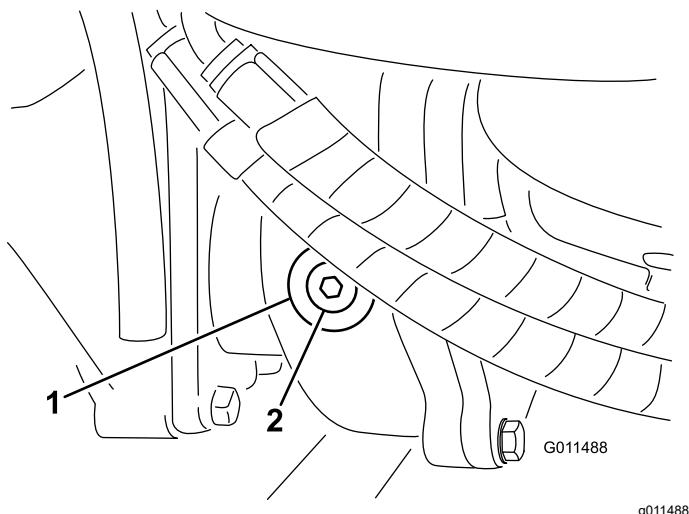

Figura 59
2. Togliete il tappo di controllo/riempimento dal lato sinistro del riduttore e verificate che il lubrificante raggiunga la base del foro (Figura 59).